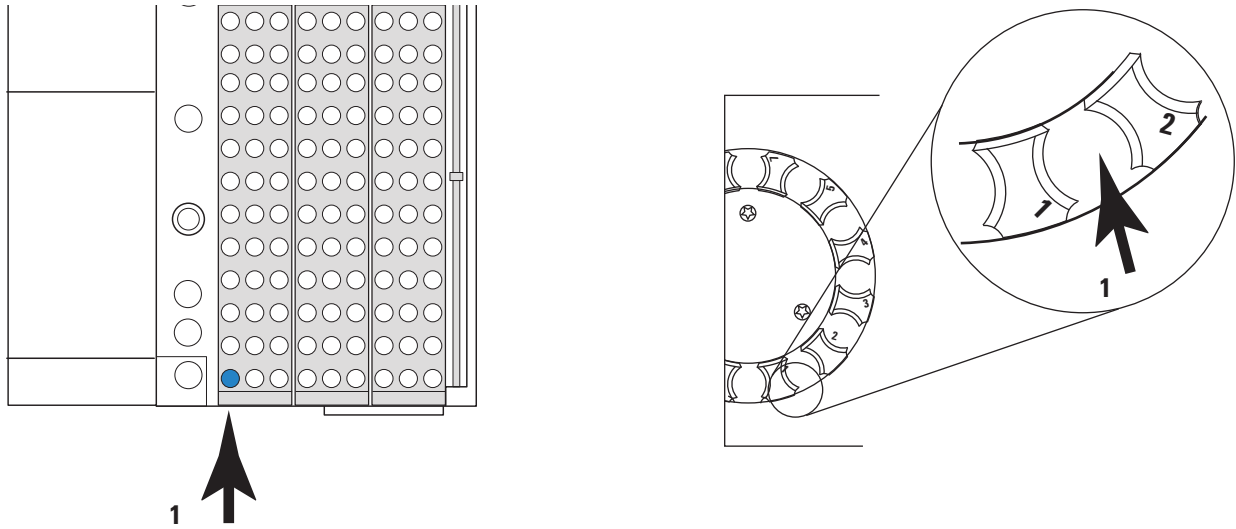

图 19 样品盘样品瓶位置 1
- a 打开样品盘盖板。每个样品瓶位置左侧的标签标有该位置的编号。请参见图 19 和图 20。